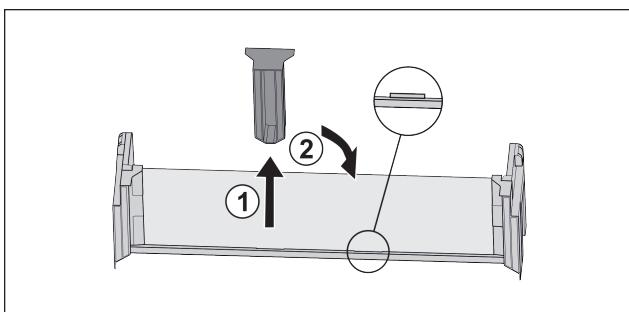

Fig. 54 *
- Изтеглете средната задържаща част Fig. 54 (1).*
- Вкарайте средната задържаща част на втората позиция Fig. 54 (2).*